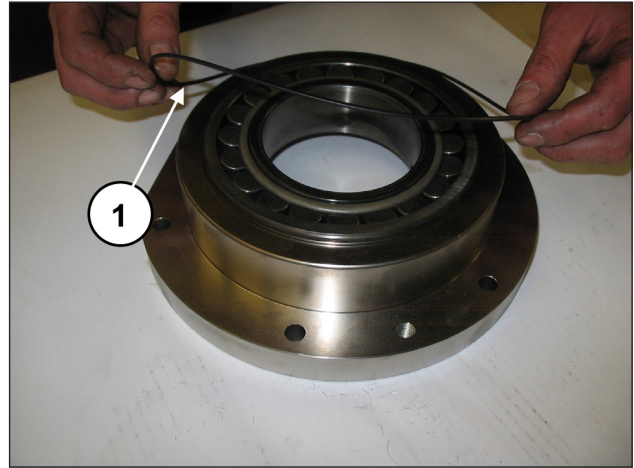

Fig. 72
Aplique o anel circular no exterior da cobertura do porta-rolamento (pos. ①, Fig. 72).